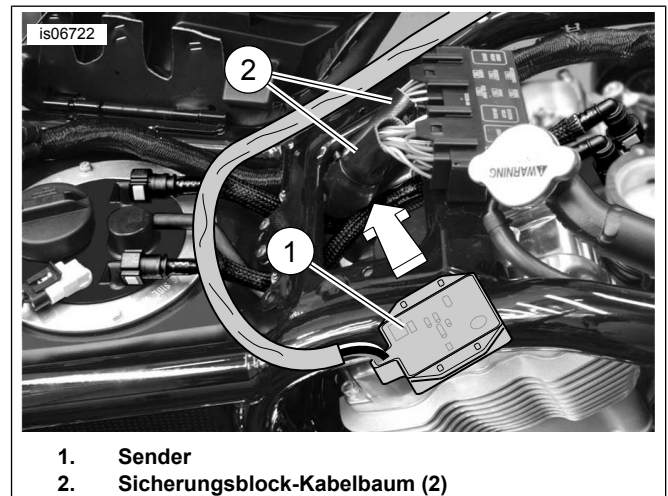

Abbildung 19. Montage des Senders (V-Rod ab 2004)
2. Siehe Abbildung 19 >. Die Luftfiltergehäuseabdeckung entfernen. Den Sender (1) so drehen, dass die offene Stromkreisseite nach oben zeigt. Den Sender unter die Kabelbäume des Sicherungsblocks stecken. Den Sender mit zwei Kabelbindern aus dem Satz durch die Flansche an den Kabelbäumen des Sicherungsblocks befestigen.